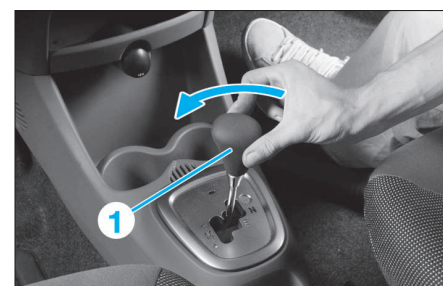

FIG. 31
- Dévisser le pommeau du levier de vitesse (1) (Fig.31).